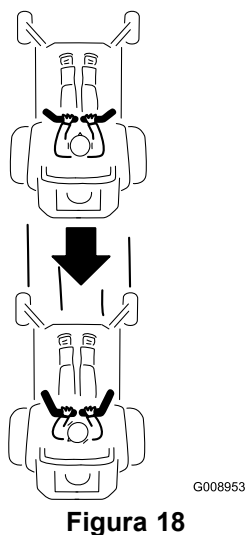

Figura 18
2. Per fare marcia indietro tirate lentamente indietro le leve di controllo del movimento (Figura 18).
Per spostarvi in linea retta applicate una pressione identica su entrambe le leve di controllo del movimento (Figura 18).